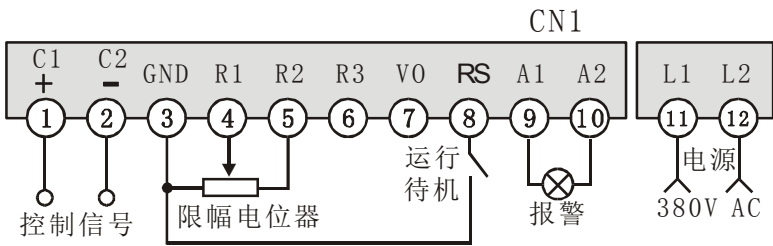

图 2：带限幅功能的自动控制接线图
说明：该图是图 2、3 组合接线方式。
- 6.3.1.5. 图6及图2中的限幅电位器的作用是限制输出电压有效值，并不能限制输出电压的峰值，用户在使用此功能时应特别注意。控制特性如图8。